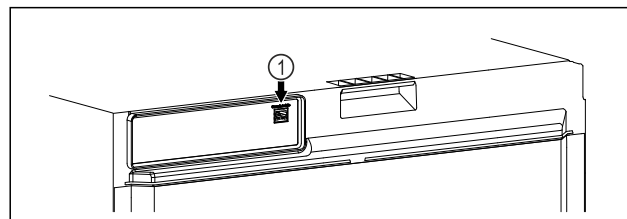

Fig. 108
- ❑ El SmartModule Fig. 108 (1) está colocado.